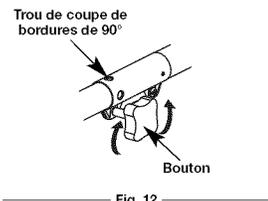

Fig. 12
- Dévissez le bouton vers la gauche (Fig. 12).
- Serrez le bouton en le tournant à droite (Fig. 12).
Pour couper les bordures à l'aide de la tête d'accessoire de coupe sur les modèles EZ-Link^{MC}, verrouillez le bouton de déclenchement de l'accessoire de coupe dans le trou de 90° (Fig. 12).